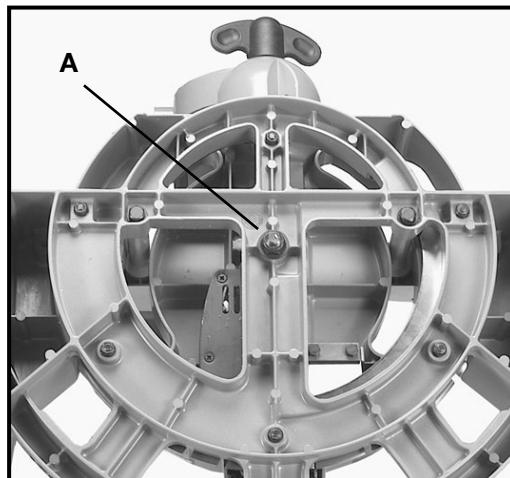

Fig. 14
S'il devient nécessaire de régler le jeu entre la table tournante et la base, tournez l'écrou (A) fig. 14 dans le sens horaire pour augmenter le jeu ou dans le sens antihoraire pour le diminuer. Ce réglage ne doit pas être trop serré, car il restreindrait le mouvement de rotation de la table, ni trop lâche, car il affecterait la précision de la scie.